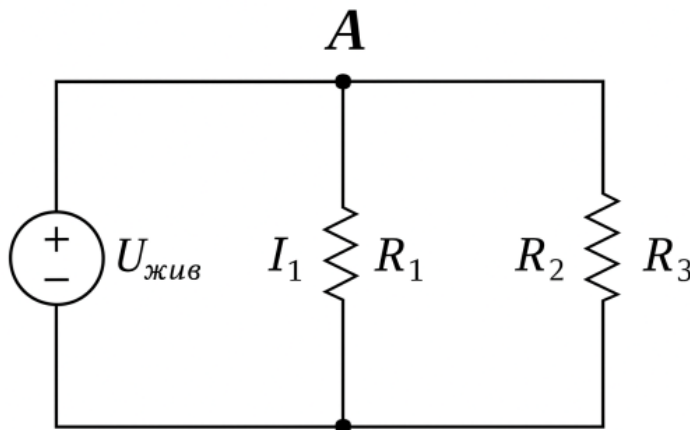

Рисунок 1 Схема 1 Розгалуженого електричного кола
1. **Збірка кола:** Зберіть розгалужене електричне коло згідно зі Схемою 1.(рис.1)